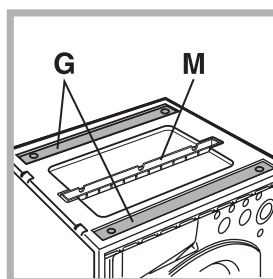

Fig. 10
Vous trouverez à l'intérieur du couvercle en polystyrène (fig. 10): 2 traverses (G); 1 listel (M);